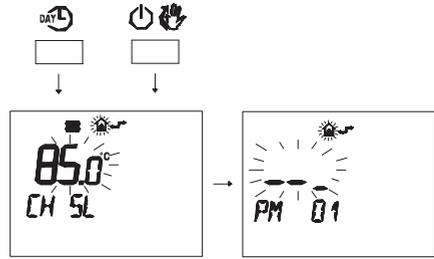

Fig. 5.87
- Premere contemporaneamente i pulsanti **DAY** e **ON** per entrare nella programmazione trasparente (Fig. 5.87).